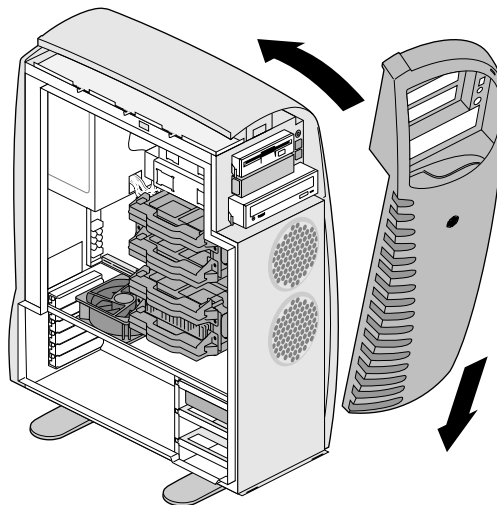

Abbildung 2-7 Einsetzen der Frontverkleidung
1. Setzen Sie die Frontverkleidung ein, indem Sie deren Zungen in die Schlitz in der Rille am Gehäuseboden einsetzen, wie in Abbildung 2-7 dargestellt.